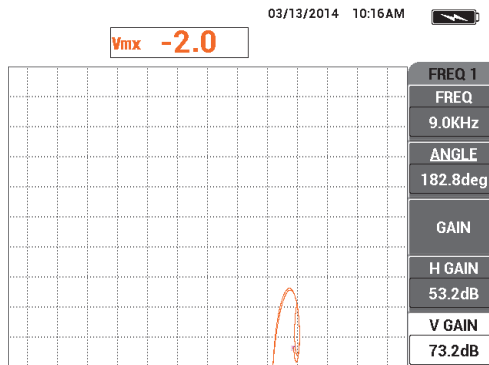

図 5-128 ミックス信号の確認
26. 必要に応じて、消去キー () を押してミックス信号を確認します (219 ページの図 5-128 を参照)。